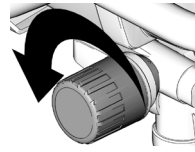
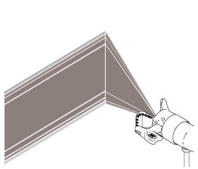

Fig. 4
Fig. 5
4. Abaisser la pression du matériau (fig. 4), « jusqu'à » ce que des stries soient visibles dans le motif de pulvérisation (fig. 5).